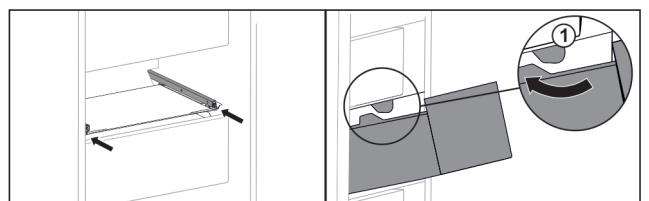

Fig. 47
- ▶ Far passare il cassetto intorno ai fermi Fig. 47 (1).